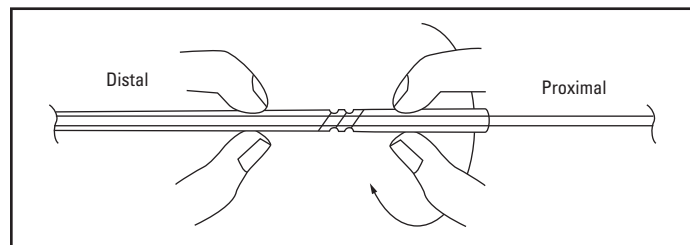

Figure 7. Verrouillage par rotation dans le sens des aiguilles d'une montre
4. Une fois que la spirale IDC est libérée, faire progresser avec précaution jusqu'à 2 mm de l'extrémité de l'introducteur, puis enclencher à nouveau le mécanisme de verrouillage Twist-Lock (figure 7).
- Bloquer la spirale IDC dans sa position en pinçant légèrement l'introducteur de chaque côté du mécanisme de verrouillage Twist-Lock et en faisant tourner la partie proximale dans le sens des aiguilles d'une montre (figure 7).